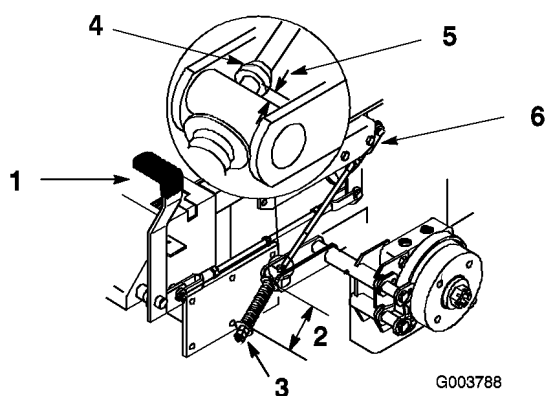

Figure 52
Les rondelles doivent être espacées de 70 mm (2-3/4 po) (Figure 52).
3. Si un réglage est requis, desserrez l'écrou de blocage situé sous le ressort et serrez l'écrou directement au-dessous de la chape (Figure 52). Modifiez le serrage de l'écrou jusqu'à ce que le ressort ait la longueur voulue. Serrez les deux écrous ensemble et répétez la procédure de l'autre côté de la machine.
Elle doit être comprise entre 5 et 7 mm (3/16 et 1/4 po) (Figure 52).
de l'écart voulu (Figure 52). Serrez l'écrou de blocage à la chape.